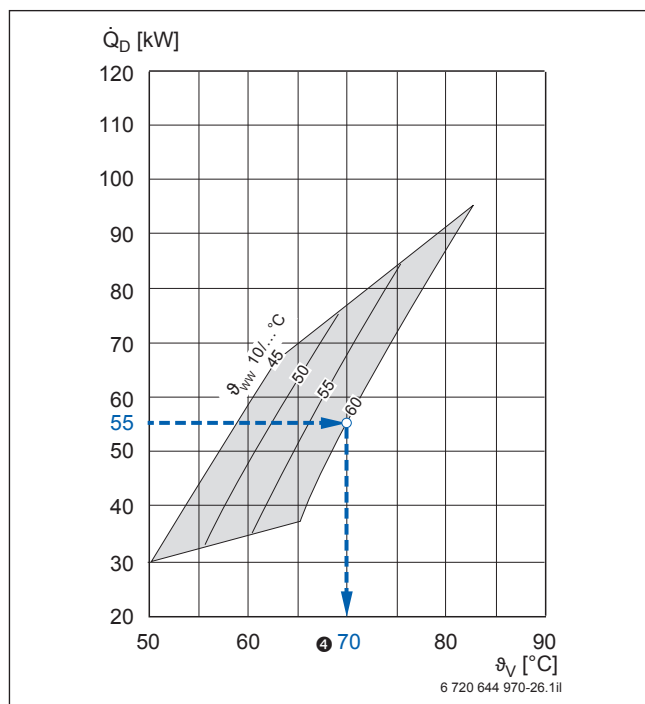

Bild 36 Warmwasser-Dauerleistung der Wärmetauscher-Sets Logalux LAP2/5; Beispiel blau hervorgehoben (Vorlage → Bild 120, Seite 138)
Mit dem Wärmetauscher-Set Logalux LAP1/5 wäre nach Bild 119 (→ Seite 138) eine Vorlauftemperatur von 72 °C erforderlich. Diese darf aber maximal 75 °C und bei kalkhaltigem Wasser über 8 °dH sogar nur maximal 70 °C betragen. Deshalb wird Logalux LAP2/5 ❷ gewählt. Aus dem Dauerleistungsdiagramm Bild 120 (→ Seite 138) des Wärmetauscher-Sets Logalux LAP2/5 ist zu der verfügbaren Kesselleistung von 55 kW bei der gegebenen Speichertemperatur von  $\vartheta_{Sp} = 60$  °C die Vorlauftemperatur 67 °C abzulesen (Beispiel → Bild 36, ❸).
- ❸ Wärmetauscher-Set Logalux LAP2/5
- ❹ Vorlauftemperatur bei Nutzung der verfügbaren Kesselleistung  $\dot{Q}_K = 55$  kW (→ Bild 36):  $\vartheta_V = 70$  °C.